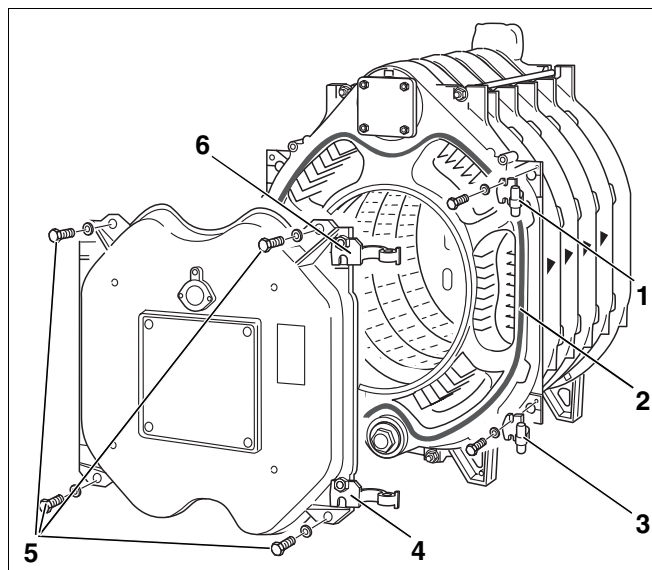

Рис. 26 Навеска дверцы горелки
На заводе обе шарнирные петли (рис. 26, **поз. 4 и 6**) устанавливаются справа на дверце горелки. Для открывания дверцы налево необходимо установить петли с левой стороны на дверце горелки.
- Закрепить шарнирные крюки (рис. 26, **поз. 1 и 3**) на передней секции двумя болтами М 12 х 50. На рис. 26 изображено правостороннее расположение дверцы. Для навески дверцы слева закрепить крюки соответствующим образом с левой стороны.
- Приклеить GP-шнур диаметром 18 мм к передней секции. При этом место стыка уплотнительного шнура должно быть сбоку (рис. 26, **поз. 2**).
- Закрыть дверцу горелки и прикрутить ее болтами (M16 x 140) (рис. 26, **поз. 5**). Затяжку болтов следует производить равномерно крест-накрест.